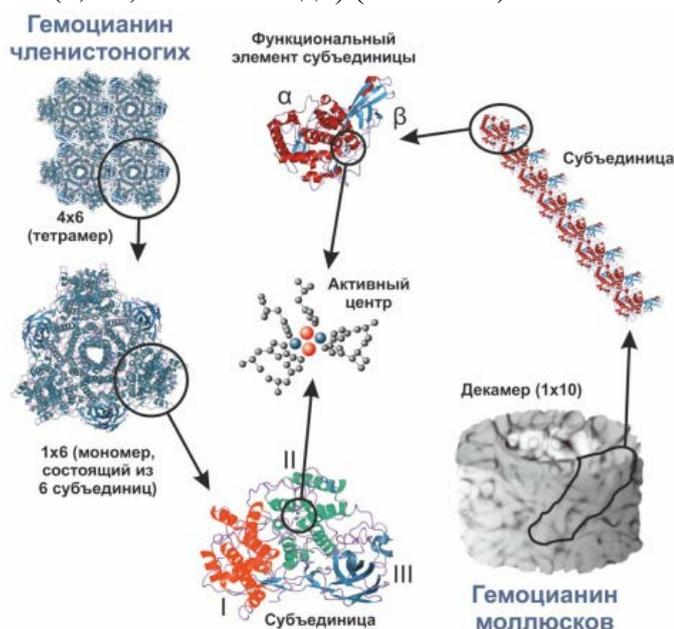

Рис.56. Гемоцианины беспозвоночных.
**Гемоцианин** – дыхательный пигмент гемолимфы некоторых беспозвоночных животных, обеспечивающий транспорт кислорода в организме (обратимое присоединение кислорода с образованием пероксокомплекса меди (I)), голубая кровь. По химической природе – медьсодержащий белок (0,1-0,3 масс.% меди) (см.Рис.56).